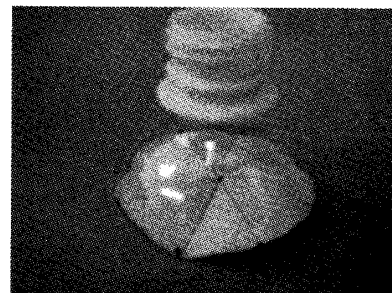

図 8. 印をつける
- (10) 図 8 に示すように、印をつけた円の上に、さきほど切り取ったペットボトルを置き、8 等分した跡の上にあるペットボトルの部分にマジックで印を入れる。
- (11) さきほどはずしておいたキャップの中央に穴をあける。(6) で示したと同じ方法で紙の上にキャップを置き、鉛筆等を使用して、輪郭を描く。
- (12) 紙から円を切り出す。
- (13) 切り出した円を 4 等分し、広げて跡の交差した中央に印をつけ、千枚通しで穴を開ける。